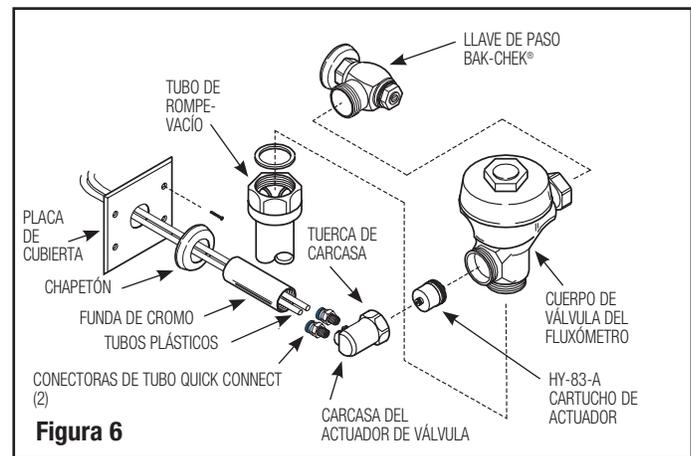

Figura 6
### Paso 3 — Instale Actuador de Válvula (Figura 6)
- Inserte el Cartucho del Actuador en el Cuerpo de la Válvula del Fluxómetro como se ilustra en la Figura 6.
- Instale la Carcasa del Actuador de Válvula en el Cuerpo de la Válvula del Fluxómetro como muestra la Figura 6. Apriete a mano la Tuerca de la Carcasa.